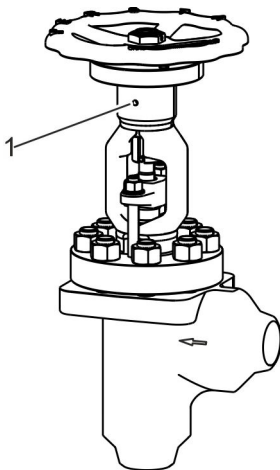

Abb. 20: Ausführung mit Schmiernippel
■ Spindelgewinde und Lagerung über Schmiernippel (Abb. 20/1) abschmieren.